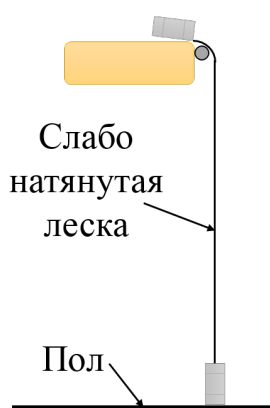

Рис. 1. Сравнение длины лески и высоты стола.
1. Свяжите гайки леской, длина которой **слегка больше (не более чем на сантиметр)** высоты стола  $H$  (см. рисунок 1). Положите одну из связанных гаек на закрепленную на столе бумагу, а вторую свесьте с его края, как это показано на рисунке 2. Если систему отпустить, то гайки начнут движение с постоянным по модулю ускорением  $a$ . Определите это ускорение, считая, что гайка, слетающая со стола продолжает движение по параболе.